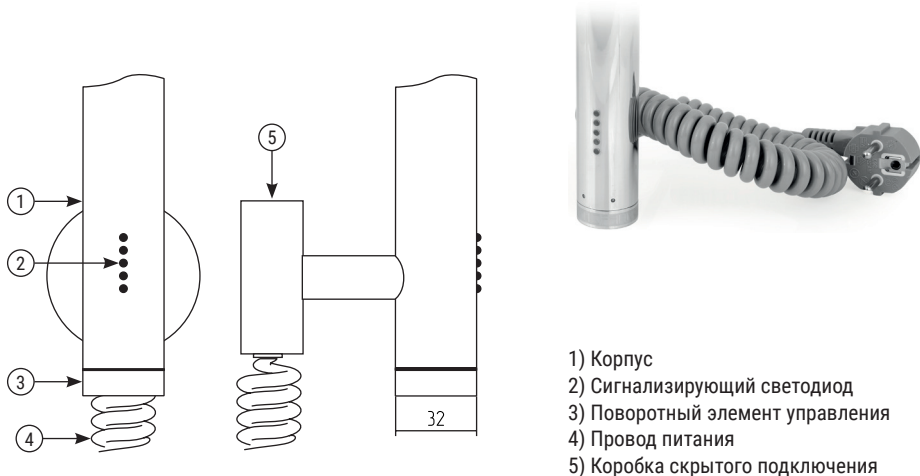

Рис. 6
5.2. Составные элементы (рис. 6):